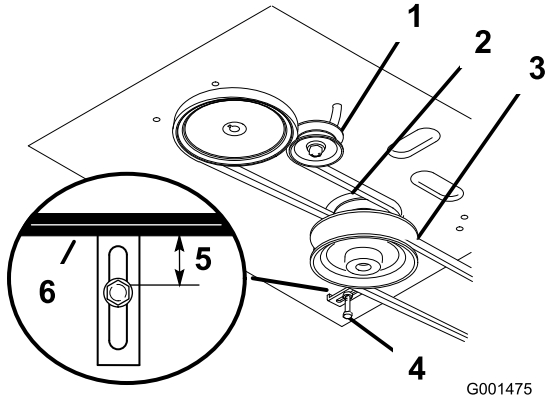

Figura 47
8. Compruebe que la guía de la correa, situada debajo del bastidor del motor, está ajustada correctamente (Figura 47).
Nota: La distancia entre la guía de la correa y la correa del cortacésped debe ser de 19 mm (3/4 pulgada) cuando la correa del cortacésped está engranada (Figura 47). Ajuste la correa del cortacésped si es necesario. La correa no debe rozar ni salirse de la polea si las guías y la tensión de la correa están correctamente ajustadas.